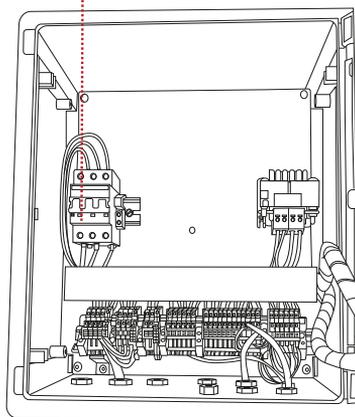

Figura 2
- Subir el *interruptor automático* (Figura 2).
Presionar *STOP* en el panel de la Planta (Figura 2).
Bajar automático del tablero (Figura 2), desenergizando así el circuito.